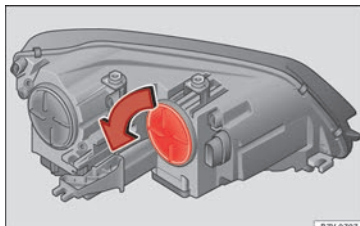

Abb. 213 Im Motorraum: Blinkerabdeckung.
2.	Abdeckung  Abb. 213 in Pfeilrichtung drehen und abziehen.
7.	Abdeckung  Abb. 213 entgegen der Pfeilrichtung bis zum Anschlag drehen.